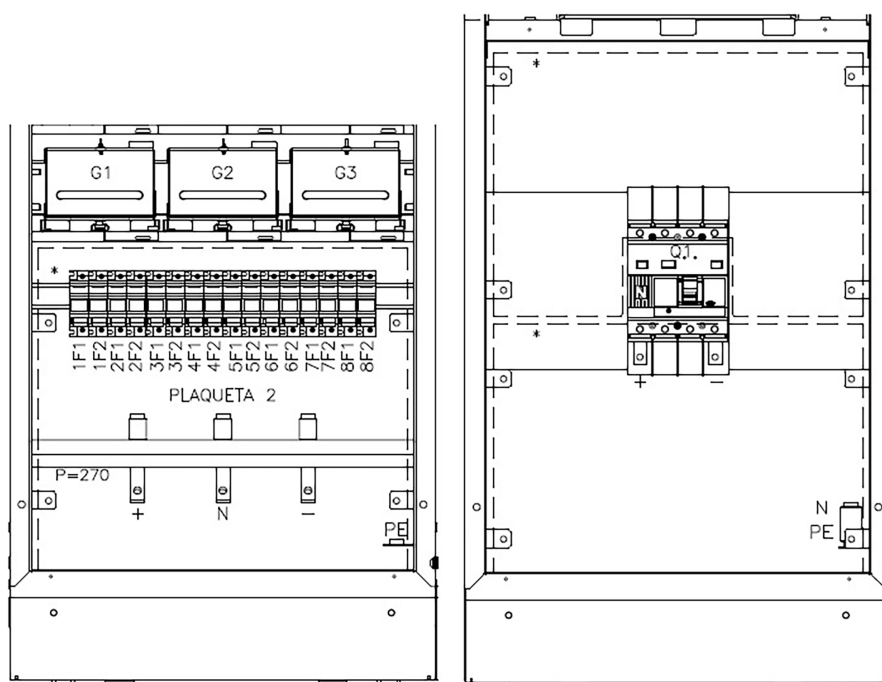

Figura 4.6: Conexões dos cabos de potência e aterramento do painel de baterias
- A conexão do acessório AMBG-UMDW deve ser realizada conforme o projeto (Fase +/N/-) e conectada à barra de terra (PE) conforme Figura 4.6 na página 4-6.